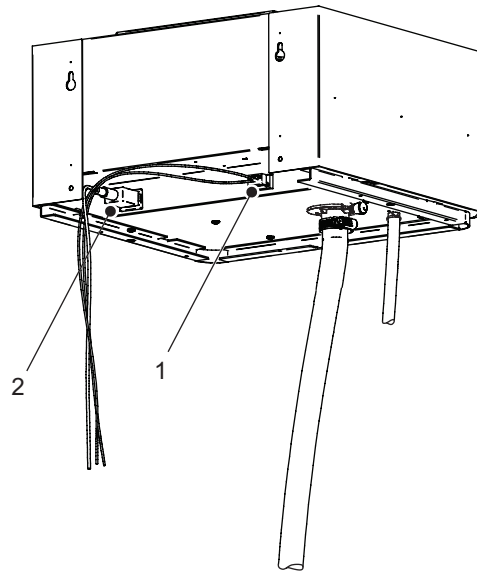

Bild 14: Elektrische Anschlüsse des Ventilationsgeräts
- a. Stecken Sie das Netzanschlusskabel und das Kabel der Sicherheitskette (mitgeliefert) in die entsprechenden Anschlssbuchsen auf der Rückseite des Ventilationsgeräts ein. Siehe Bild 14.